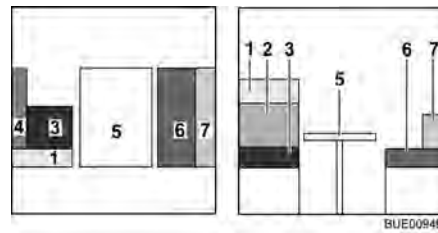

Fig. 108 Antes de la transformación
- Transformar la mesa (Fig. 108,5) en base de cama (véase apartado 6.10).
- Poner los dos cojines del respaldo (Fig. 108,1 y 2) a un lado.
- Poner el cojín lateral (Fig. 108,4) a un lado.